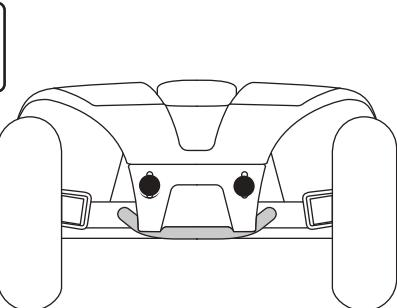

Figure 8. Points d'ancrage (identifiés avec des points noirs)
Le VMP doit toujours être ancrés face à l'avant du véhicule. Fixez les quatre (4) courroies aux points d'ancrage désignés sur le VMP. **Voir la figure 8.** Serrez bien les courroies pour retirer le jeu excessif. N'attachez jamais le VMP par ses composantes réglables ou mobiles tels que les accoudoirs, capots ou roues. Ces articles devraient être enlevés. Positionnez les points d'ancrage arrière des courroies directement derrière le VMP. Les points d'ancrage avant sont disposés plus loin de chaque côté du VMP afin d'augmenter la stabilité latérale.